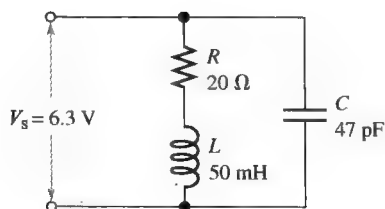

图 13-73
21. 求图 13-73 中振荡电路谐振时的 Z 和 f_r 。
22. 试问谐振时图 13-73 中的电路从电源吸取的电流为多少？在谐振频率电感电流和电容电流是多少？